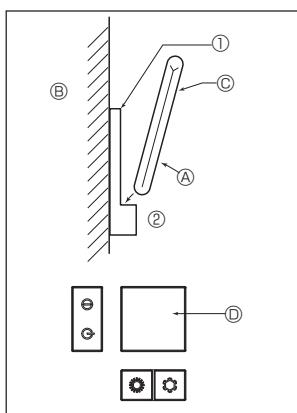
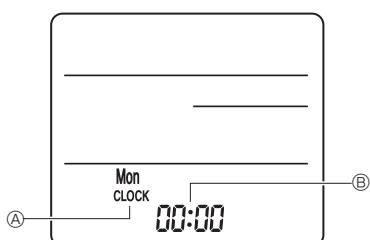

Fig. 7-9
Fig. 7-10
2) Installation (Fig. 7-9)
- ① Die Halter der Fernbedienung mit 2 Blechschrauben am gewünschten Ort anbringen.
② Die Unterseite der Fernbedienung in den Halter einsetzen.
③ Fernbedienung ④ Wand ⑤ Display ⑥ Empfänger
3) Einstellung (Uhreinstellung) (Fig. 7-10)
- ① Batterien einlegen oder die Taste ⑦ CLOCK mit einem spitzen Gegenstand drücken. [CLOCK] ⑧ und [:] ⑨ blinken.
② Die Taste ⑩ RESET mit einem spitzen Gegenstand drücken.
③ Die Taste ⑪ zum Einstellen der Zeit drücken.